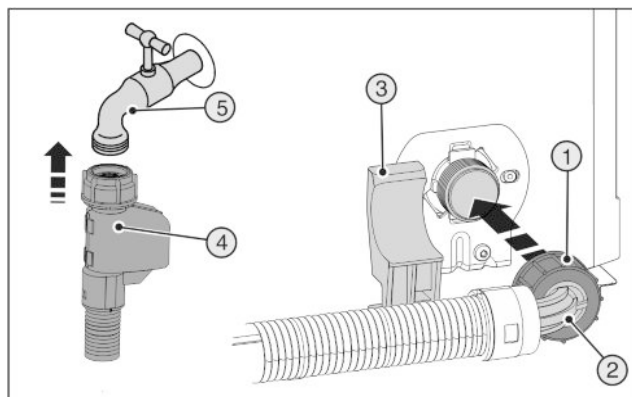

Fig. 21
- Приєднайте прямий кінець шланга Fig. 21 (4) до запірного крану Fig. 21 (5).